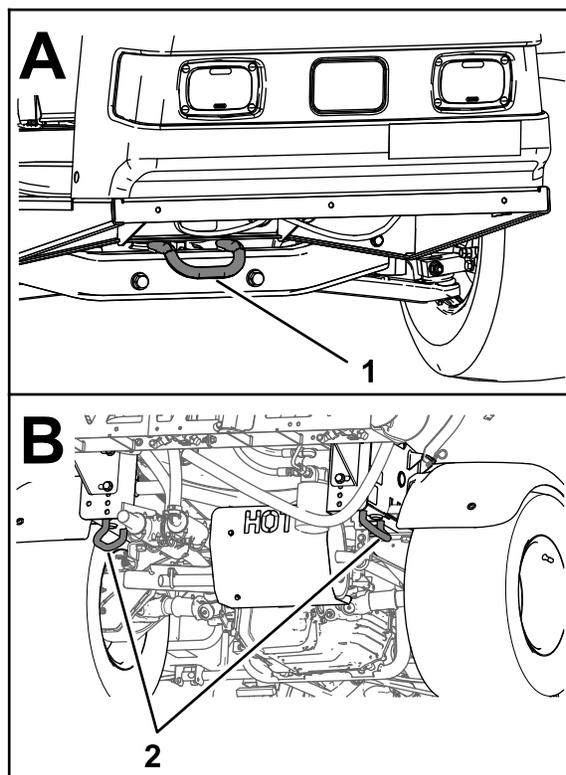

図 35
- 本機をトラックなどに載せて隔日に固定する **図 35** のロープ掛けポイントを利用する。